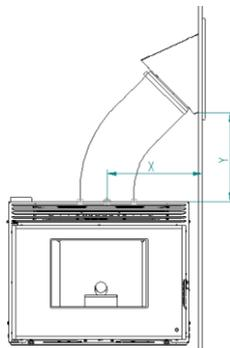

Figure 13 – Installation du remplissage
- L'emplacement de l'ouverture de chargement doit respecter une certaine distance, dans laquelle X est toujours plus grand que Y , avec $Y > X \cdot 0,7$. (Voir la figure 13). De cette façon, la pente sera suffisante pour que les granulés ne restent pas coincés dans le tuyau reliant la bouche de chargement au remplissage de l'insert. L'ouverture de chargement peut être installée sur l'une des parois formant la hotte où l'appareil est installé, à droite ou à gauche comme à l'avant ou même à l'arrière, en fonction de vos possibilités. Il faut toujours respecter les distances minimales $X = 390$ mm $Y = 275$ mm Exemple: $X = 450$ $Y = 450 \cdot 0,7 = 315$ mm (minimum).